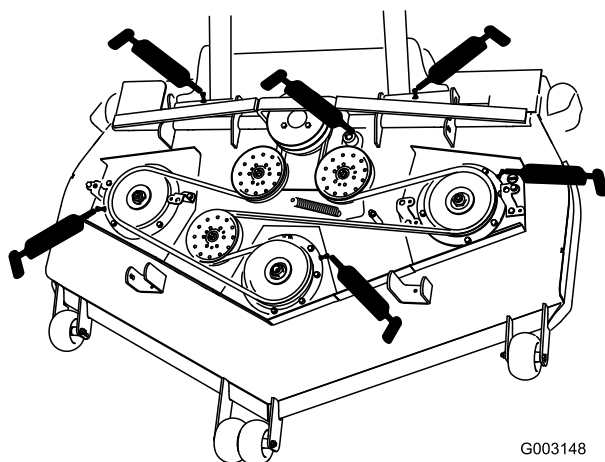

Bild 31
4. Schmieren Sie die drei Spindellager unter den Riemenscheiben ein, bis das Schmiermittel aus den unteren Dichtungen austritt (Bild 31).
5. Schmieren Sie den Spannarm des Mähwerks (Bild 31).
6. Fetten Sie die Nippel an den Schubarmen ein (Bild 31).